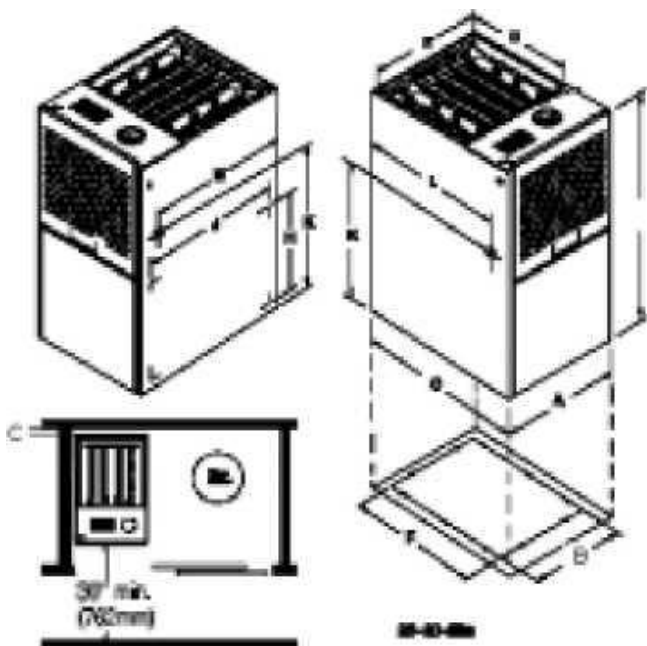

рис.2
2. Встановити повітрянагрівач у центрі розподілення тепла. Балок приміщення можуть торкатись тільки кути корпусу повітрянагрівача. Дотримуватись всіх вказаних на рис.2 розмірів